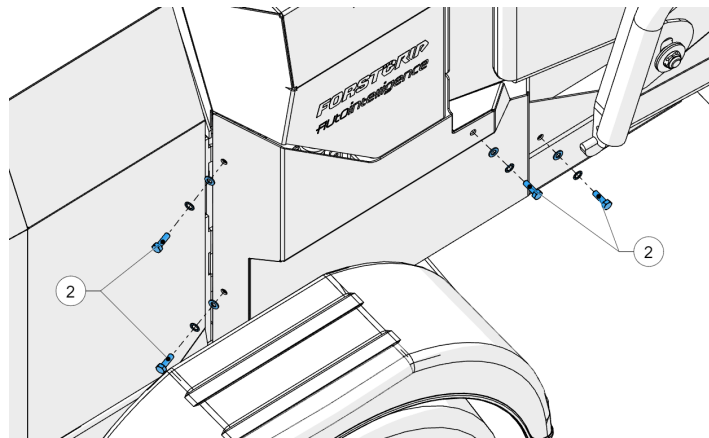

Abbildung 48 - Schrauben entfernen
3. Entfernen Sie die Schrauben, mit denen die Seitenverkleidung befestigt ist (2, Abbildung 48).